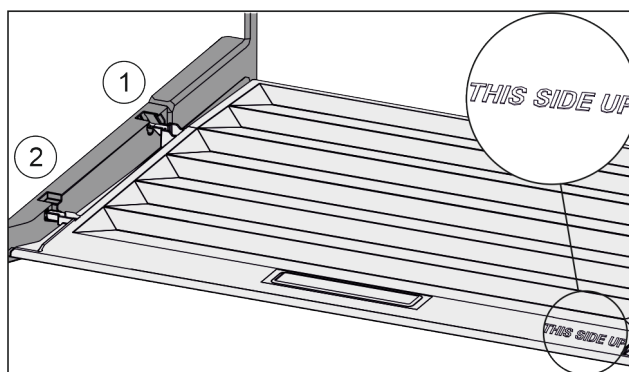

Fig. 135
- ▶ Výstupky víka zavedte do zadních držáků Fig. 135 (1) a vpředu zaklesněte do držáku Fig. 135 (2).